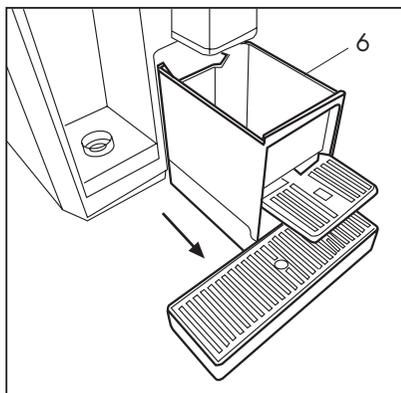
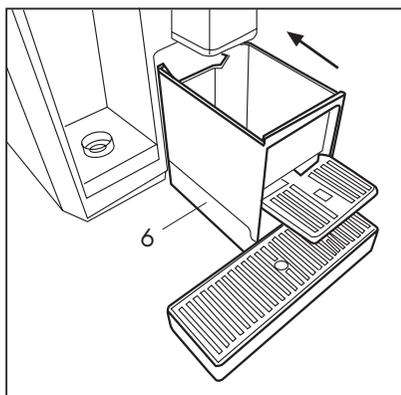

Fig. 16
Fig. 17
Extraiga el contenedor de cápsulas (6), vacíelo y enjágüelo (Fig. 16). Limpie la cubeta y la rejilla de los residuos de agua y café. Una vez limpio, vuelva a colocar la cubeta con el portacápsulas (Fig. 17).